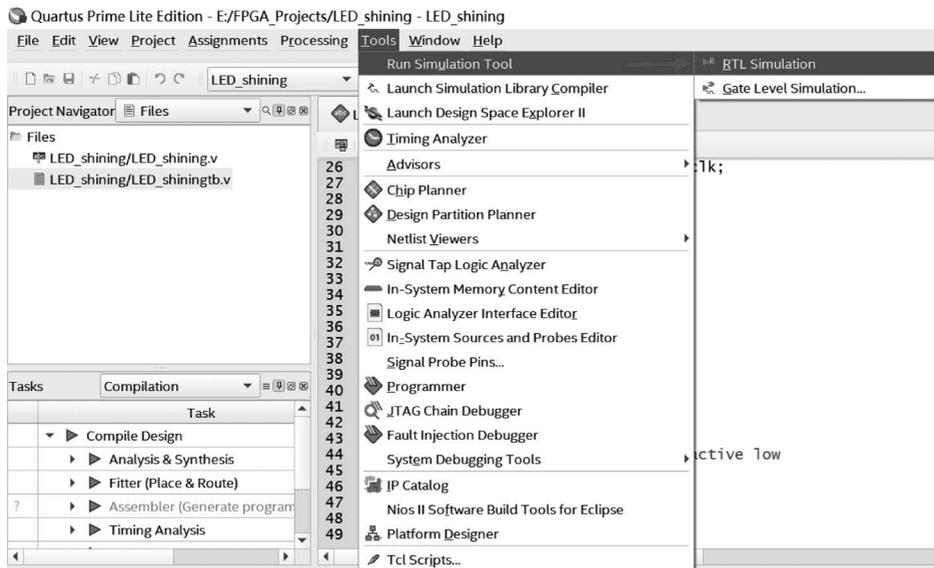

图 3.50 Quartus Prime 仿真设置-启动 RTL 仿真界面
(4) 选择菜单栏中的 Tools→Run Simulation Tool→RTL Simulation 选项,或单击工具栏中的 RTL Simulation 按钮,Quartus 软件会自动启动 Modelsim 软件。Quartus Prime 仿真设置-启动 RTL 仿真界面如图 3.50 所示。